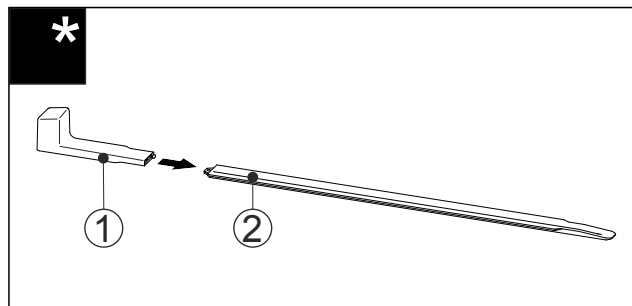

Fig. 60
- Montažni ročaj Fig. 60 (1) vstavite v izravnalno vodilo Fig. 60 (2).